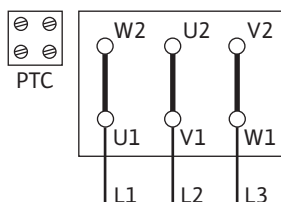

Fig. 10: Пуск «зірка-трикутник»
- Під'єднання до мережі залежить від потужності двигуна P2, мережевої напруги і типу увімкнення. Потрібну схему перемикачів з'єднувальних перемичок в клемній коробці можна знайти в наступній таблиці, а також на Fig. 10, 11 та 12.